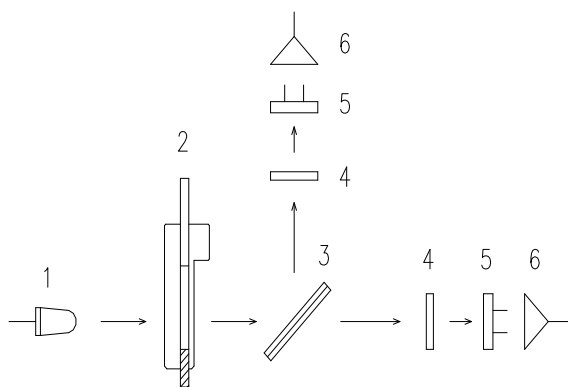

図 3
本器の動作機構は図3に示すように光源LED (1) からの光は測定セル (2) を透過後ダイクロイックミラー (3) により 500 nm 以下と以上の波長に分けられさらに干渉フィルター (4) によってそれぞれビリルビンの測定側 461 nm の単波長及びキャンセル側 577 nm の単波長に絞られ受光体 (5) にはいります。受光体 (5) で受けた光量はアナログ信号に変換され増幅器 (6) をへて、比色の原理に基づき (ランバート/ベアの法則) 対数変換された後、差動増幅器で修正されてその出力信号がデジタル表示器に表示されます。